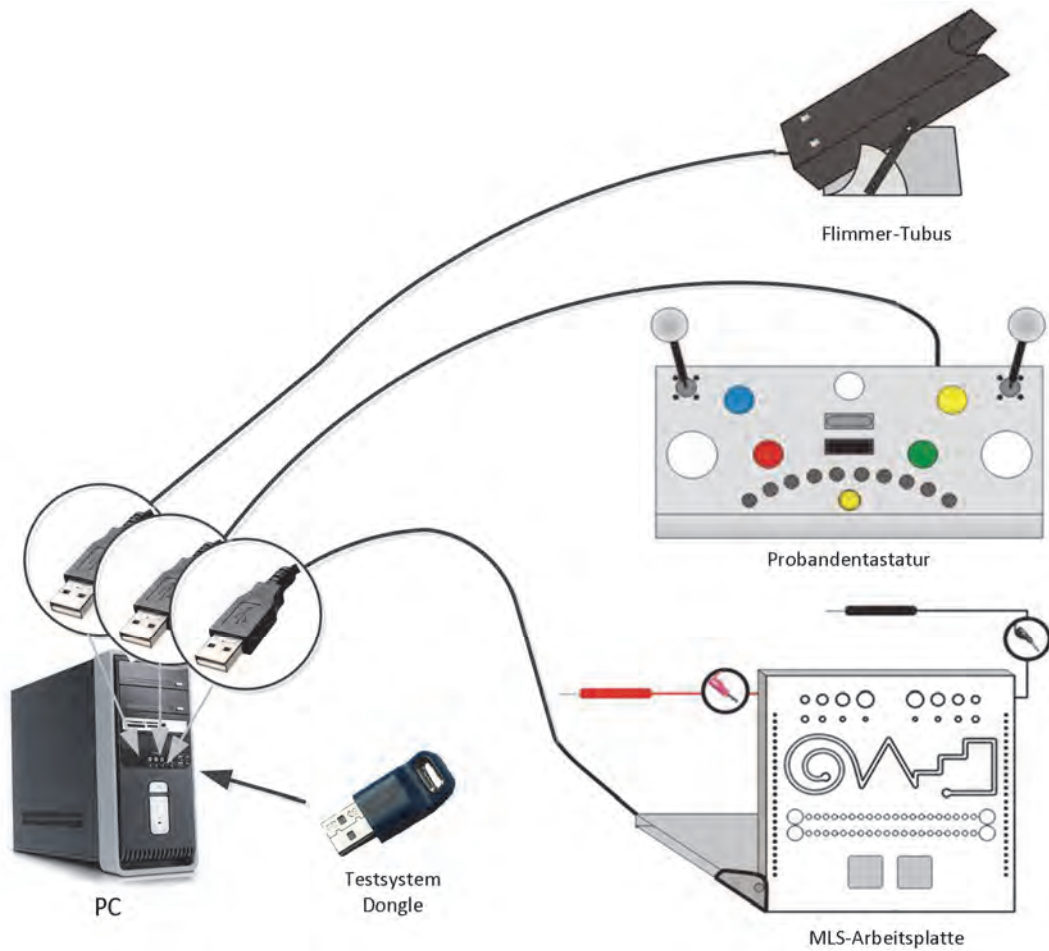

Abbildung 2: Anschluss der USB-Geräte an den PC
- c. Der Testsystem-Dongle, die Probandentastaturen, die MLS-Arbeitsplatte und der Flimmer-Tubus sind USB-Geräte. Schließen Sie das **erste USB-Gerät** gemäß Abbildung 2 **nach der Installation** an den Computer an. In Kapitel 4 sind die einzelnen Peripherien und ihre Verkabelungen genau beschrieben.